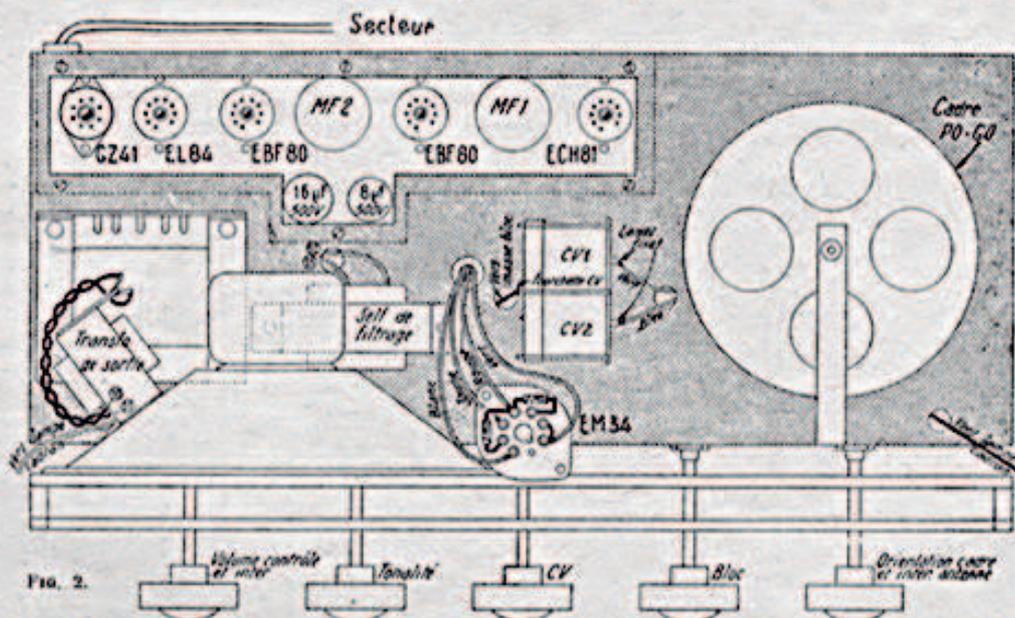

FIG. 2
figure 2 représentant la vue de dessus.
**Platine :** Si l'on ne s'est pas procuré la platine toute montée, le moment est venu de câbler ses différents éléments. On commencera par fixer les supports de tubes et les transformateurs MF dans la position indiquée par la vue de dessus de la figure 2 où la platine est représentée fixée au châssis principal. On remarquera les bouchons spéciaux des condensateurs électrolytiques, permettant le cas échéant un remplacement immédiat, sans avoir à effectuer une soudure. Prévoir des conducteurs d'une vingtaine de centimètres pour les liaisons numérotées aux autres parties du montage.